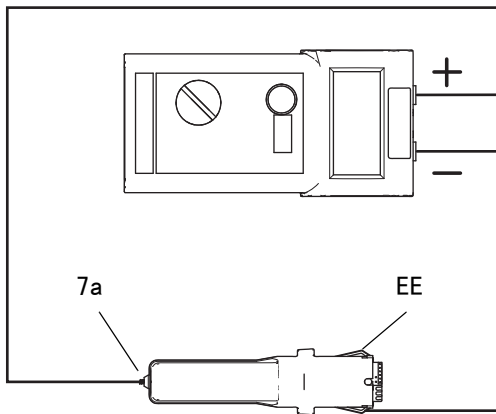

图 22. 测试供电电源的电阻
3. 测量从供电电源的接地片（EE）到弹簧（7a）的电阻。参见图 22。